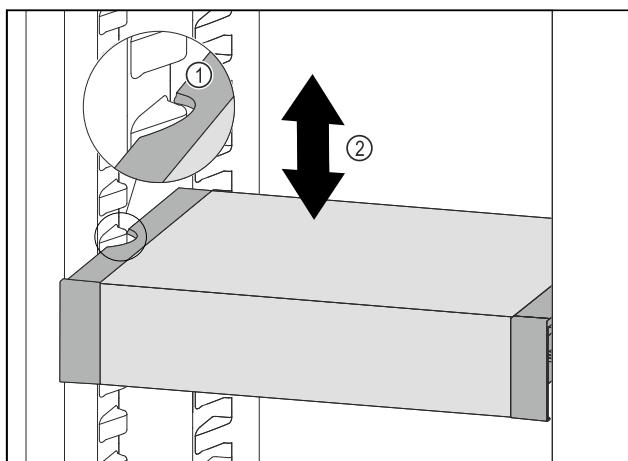

Fig. 103
- Тяните VarioSafe вперед, пока боковые выемки VarioSafe не окажутся на высоте выступа резервуара в холодильном отделении. Fig. 103 (1)
- Двигайте VarioSafe в холодильном отделении вверх или вниз, пока не будет достигнута требуемая высота. Fig. 103 (2)